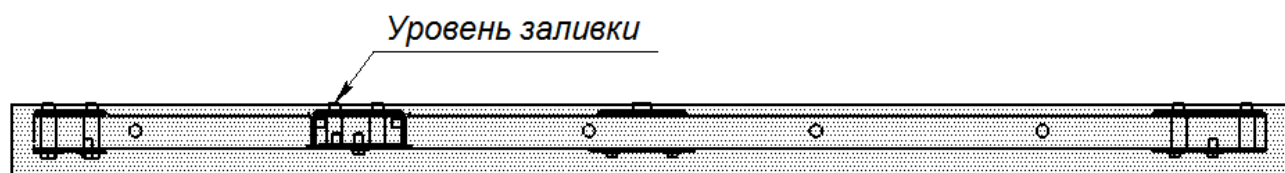

Рисунок 3. Схема установки и заливки рамы
10. Выполните заливку фундаментной площадки до уровня верхней поверхности резьбовых втулок, как показано на рис. 3.